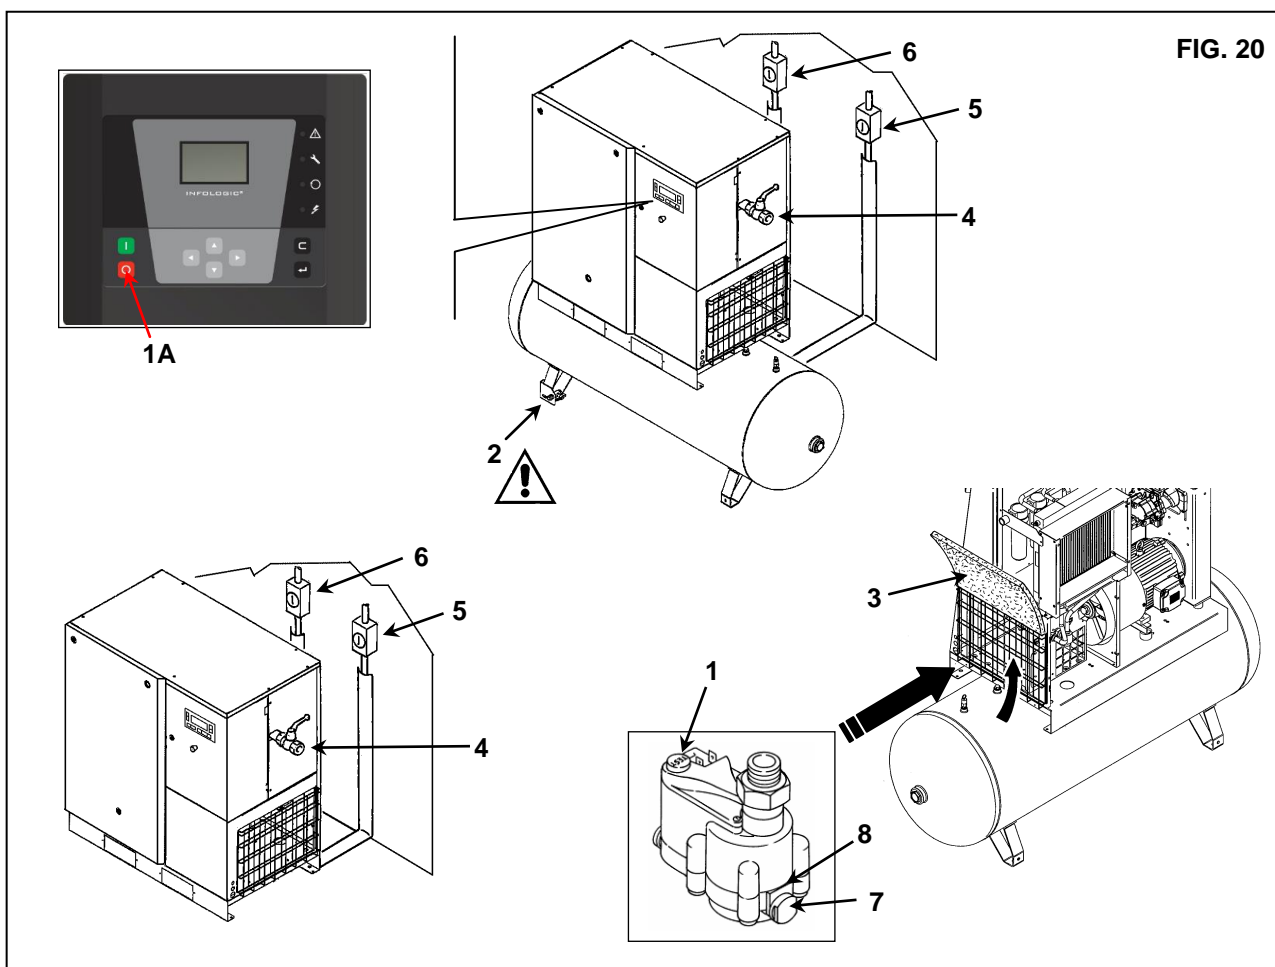

FIG. 20
È necessario controllare lo scarico automatico e manuale delle condense (Rif. 1 ogni 500 ore e Rif. 2 ogni 24 ore di servizio) Fig. 20.
- Togliere il pannello filtrante Rif. 3 Fig. 20
- Premere il pulsante "TEST" Rif. 1 Fig. 20 per qualche secondo e verificare che la condensa venga scaricata correttamente attraverso il tubo di scarico.
- Controllare lo scarico manuale della condensa del serbatoio in modo da verificare che la condensa sia correttamente scaricata attraverso il rubinetto Rif. 2 Fig. 20 (**spurgare ogni giorno**).
- Chiudere il rubinetto Rif. 4 Fig. 20
- Depressurizzare l'essiccatore premendo il pulsante "TEST" scarico condensa (per circa 10-20 secondi) Rif. 1 Fig. 20
- Spegner la macchina agendo sul pulsante Rif. 1A Fig. 20: in questo modo la macchina si fermerà dopo 45 secondi di marcia a vuoto.
- Disconnettere l'alimentazione mediante il sezionatore Rif. 6 Fig. 20 (per compressore a vite) e Rif. 5 Fig. 20 (per essiccatore se presente).
- Depressurizzare il serbatoio aprendo il rubinetto scarico condensa Rif. 2 Fig. 20.
- Togliere il tappo Rif. 7 Fig. 20
- Rimuovere il filtro Rif. 8 Fig. 20
- Rimontare il pannello filtrante Rif. 3 Fig. 20